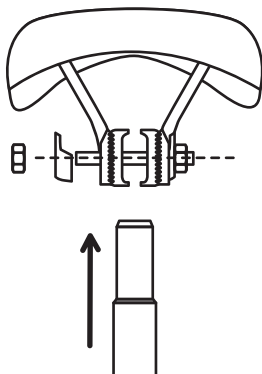

Рис. 6
- 1) Вставьте подседельный штырь в зажим на ползьях седла (рис. 6).